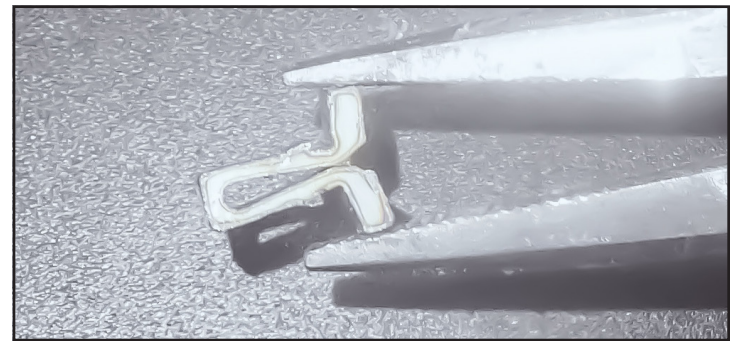

Fig. 10. Pressez le clip de maintien de la charnière.
- a. Comprimez le clip de maintien de la charnière. Voir fig. 10.